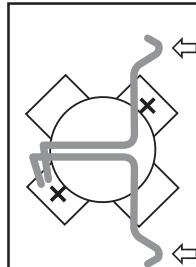
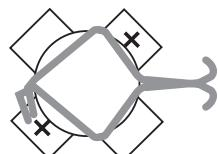

Figure 2.
Figure 3.
1. Pour les lampes AquaLight de 100 et 250 watts, voir les figures 2 et 3 ci-dessous.
2. Rapprocher les extrémités du fil de fer au niveau des flèches, cf. figure 2, jusqu'à le refermer en formant une ouverture en losange, cf. figure 3.
3. Tout en maintenant le fil dans cette forme, cf. figure 3, introduire l'ampoule à travers l'ouverture en losange et la visser dans la douille.